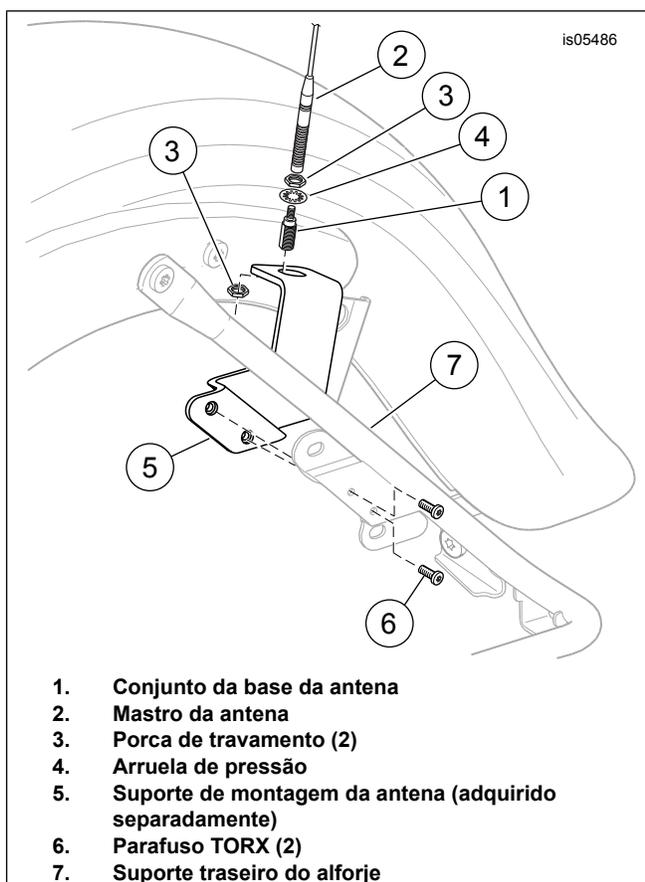
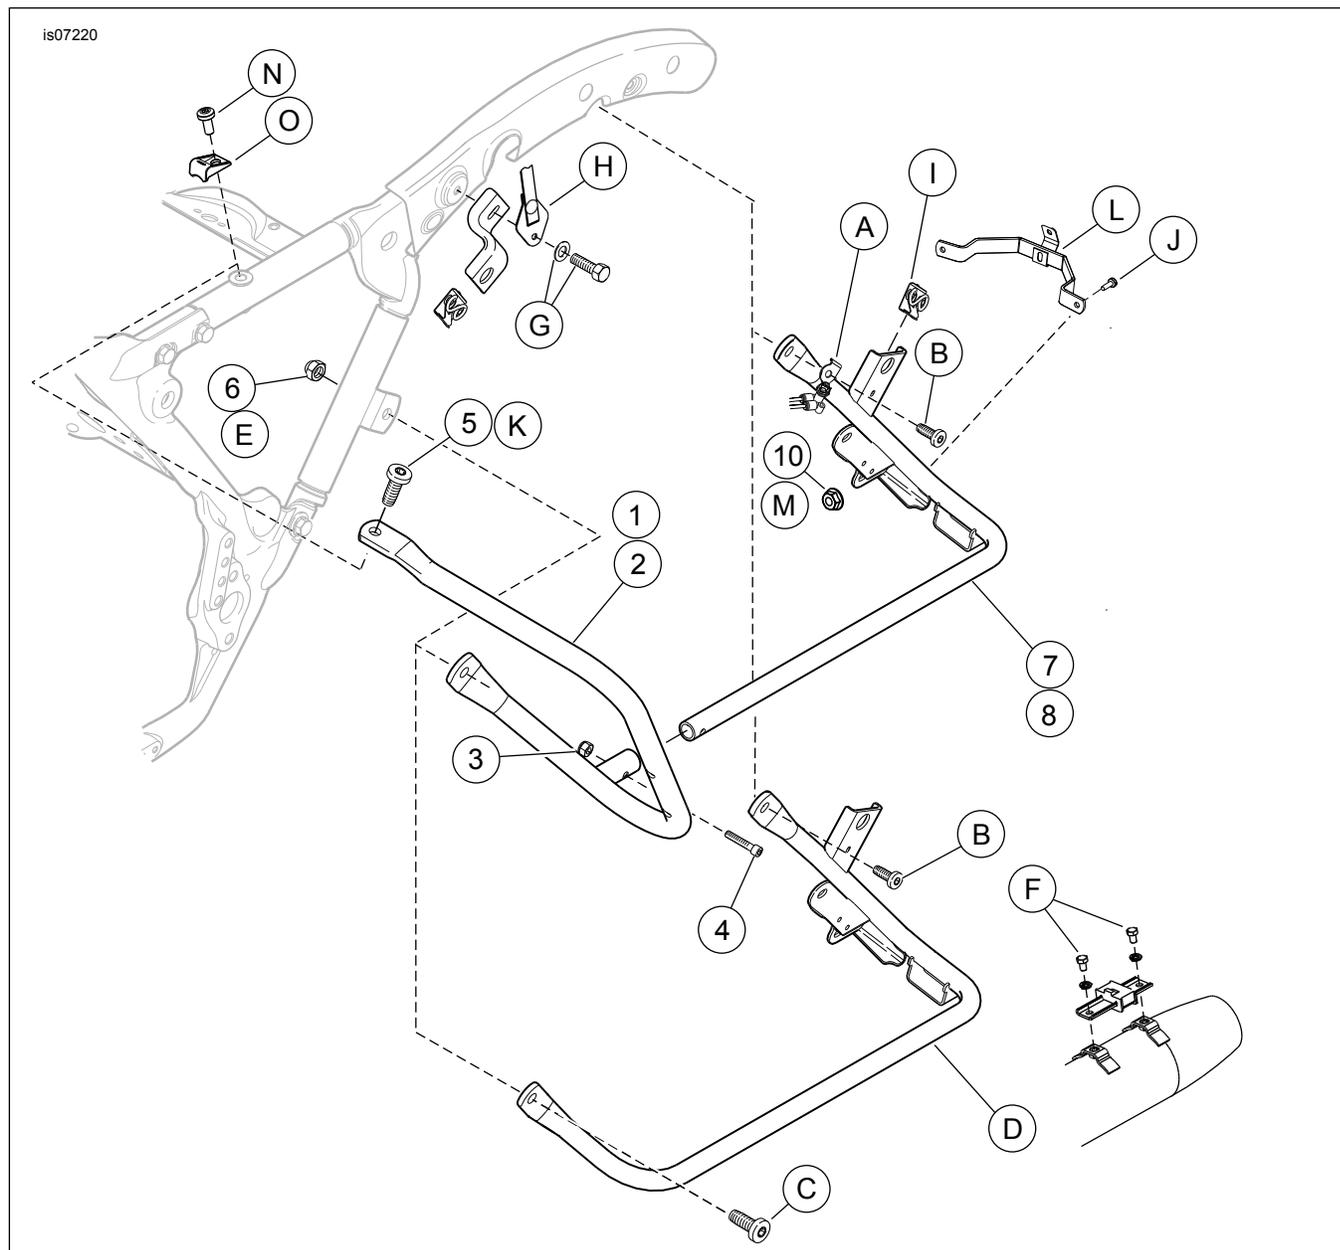

Figura 2. Suporte de montagem da antena
Figura 3. Peças de reposição: Kit de proteção do alforje (lado esquerdo mostrado)
Veja Figura 3 e Tabela 1.
2. Veja Figura 3. Remova o parafuso e arruela (G) da tira de apoio. Remova a tira de apoio (H). Remova o assento seguindo as instruções do Manual de serviço.
3. Se equipado, remova o protetor do pára-choque (O) e o parafuso (N).
6. Veja Figura 3. Remova os parafusos (F) que fixam os suportes do alforje nos suportes do silenciador.
7. Remova o parafuso (J) e a porca (M). Guarde o parafuso (J) para a instalação. Descarte a porca (M).
8. Remova os parafusos (B, K e C) e a porca (E). Guarde os parafusos (B e C) para a instalação. Descarte a porca (E) e o parafuso (K).
9. Remova a porca rápida (I) e guarde-a para a instalação.
1. Veja Figura 3. Instale o parafuso de montagem do suporte traseiro do alforje (B) através do suporte da suspensão pneumática (A) e do suporte do alforje (7). Instale o parafuso com os dedos.
2. Instale o parafuso (J) e a porca (10). Aperte com os dedos.
3. Instale a porca rápida (I) no suporte do alforje (7).
4. Veja Figura 2. Instale o suporte da antena com as ferragens (removidas anteriormente).
5. Instale o novo protetor dianteiro do alforje (1 ou 2) no suporte do alforje (7).
6. Instale o parafuso (4) e a porca (3). Aperte com os dedos.
7. Fixe o protetor dianteiro do alforje com o parafuso superior (5) e o parafuso inferior (C) com a porca (6). Aperte com os dedos.
8. Aperte os parafusos de proteção dianteiros (5) com torque de 43–49 N·m (32–36 ft-lbs).
9. Aperte o parafuso (C) e a porca (6) inferiores com torque de 43–49 N·m (32–36 ft-lbs).
10. Aperte o parafuso (4) e a porca (3) do suporte do alforje com torque de 8–11 N·m (70–100 in-lbs).
11. Aperte o parafuso de montagem do suporte traseiro do alforje (B) com torque de 20–27 N·m (15–20 ft-lbs).
12. Aperte o parafuso (J) e a porca (10) de suporte do pára-lama com torque de 20–27 N·m (15–20 ft-lbs).
13. Instale o silenciador com os parafusos (F) e remova o suporte de madeira. Aperte os parafusos com torque de 10,8–16,3 N·m (96–144 in-lbs).